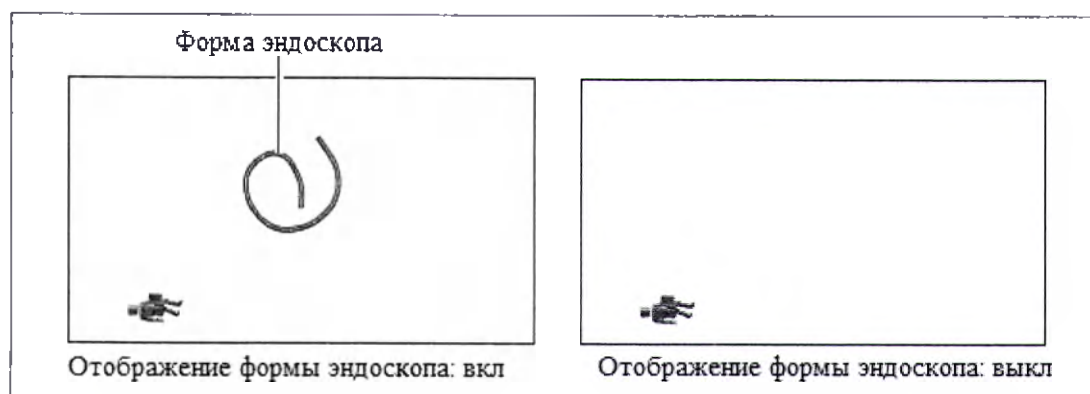

Рисунок 5.2
- Каждое нажатие кнопки включает ([On]) и отключает ([Off]) экран формы эндоскопа (см. рисунок 5.2).